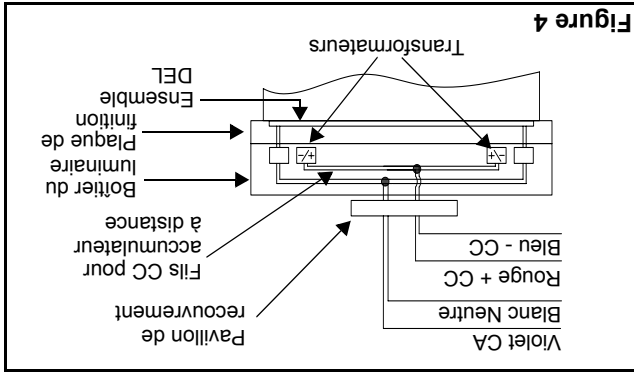

Figure 4
10. Make the proper connections. Our system can accept input voltages of 120 VAC to 347 VAC. Therefore, connect the purple (hot) and white (neutral) leads to the building utility (see fig. 4).
Refer to fig. 4 for AC & DC wiring. For DC portion: wire the Red lead (+) to the positive DC input voltage and the Blue Lead (-) to the negative DC input voltage. DC input voltage range is 6 volts to 48 volts.
10. Effectuer les connexions nécessaires. Notre système peut recevoir un courant de 120 VCA à 347 VCA. Raccorder le fil violet (CA) et le fil blanc (neutre) au service de l'édifice (voir fig. 4).
Se rapporter au câblage CA et CC de la figure 4. Pour la portion CC: enfiler le fil rouge (+) à la tension d'entrée CC positive et le fil bleu (-) à la tension d'entrée CC négative. Note: la plage de tension d'arrivée CC est de 6 à 48 V.